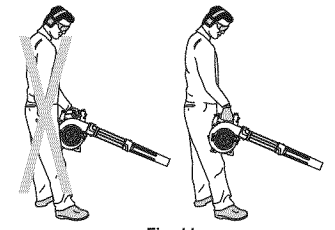

Fig. 11
- La unidad esté en la mano derecha y en el lado derecho del cuerpo. No bloquee la admisión de aire, lo cual puede afectar el rendimiento de la unidad (Fig. 11).